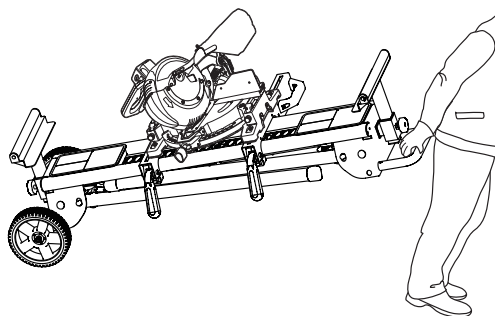

Fig. 9 – Transporte e movimentação
7. Para movimentar a bancada, use a alça para levantar e inclinar sobre as rodas (Fig. 9).